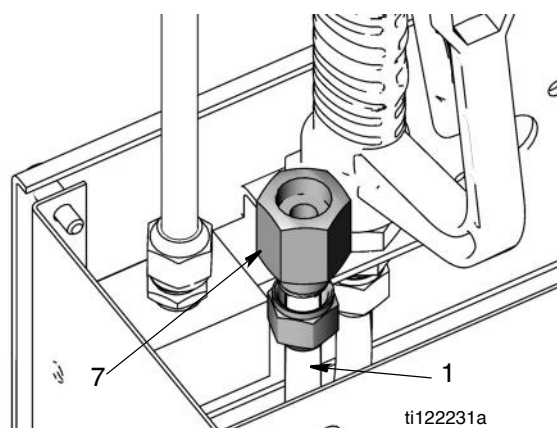

Рис. 17
7. Подсоедините входной жидкостной патрубок (1) к входному жидкостному фитингу (7) (Рис. 17). Надежно затяните.